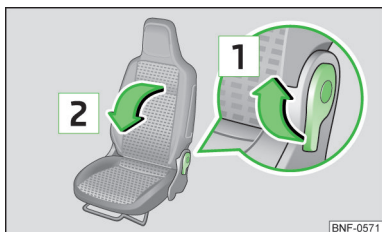

Fig. 48
- Trageți maneta în sensul săgeții **1** » fig. 48.